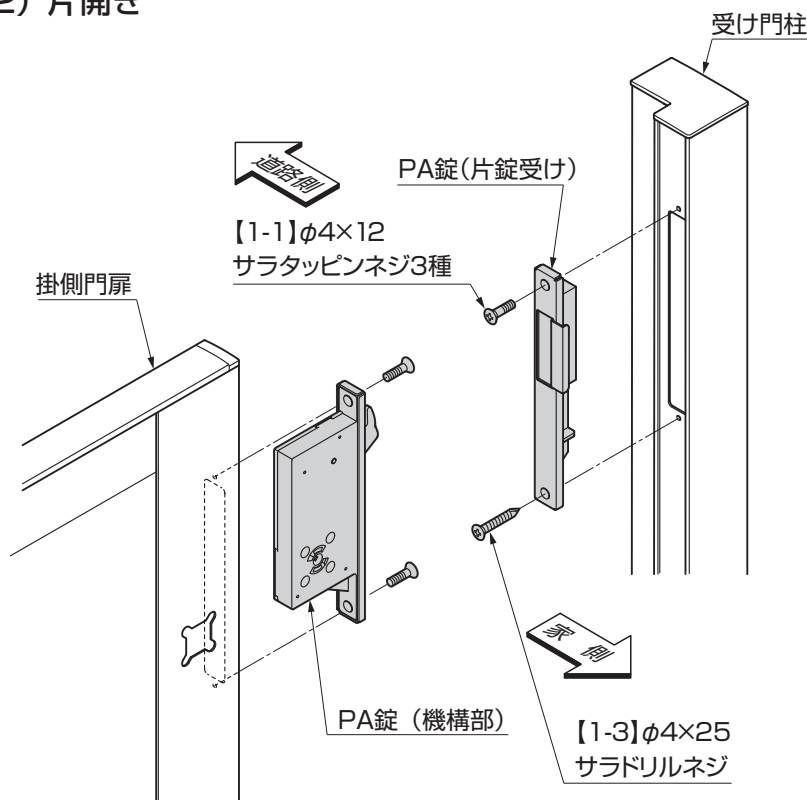

図3-2
①図3-2にしたがってPA錠（機構部）と、PA錠（片錠受け）の上側を【1-1】で取付けてください。次にPA錠（片錠受け）の下側を【1-3】で取付けてください。